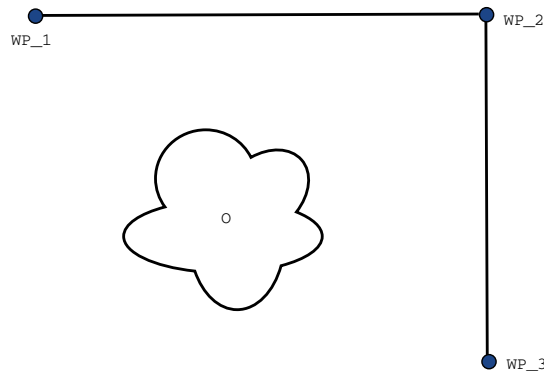

FIGURE 14.2 – WP\_1 : position initiale, WP\_2 : via point, WP\_3 : position de ramassage, O : obstacle.
**Exemple** Considérez une application de ramassage et de placement comme un exemple (voir la figure 14.2), où le robot est actuellement au Point de cheminement 1 (WP\_1), et elle doit ramasser un objet au Point de cheminement 3 (WP\_3). Pour éviter les collisions avec l'objet et les autres obstacles (O), le robot doit s'approcher WP\_3 dans la direction venant du Point de cheminement 2 (WP\_2). Donc trois points de cheminement sont introduits pour créer un chemin qui répond aux exigences.